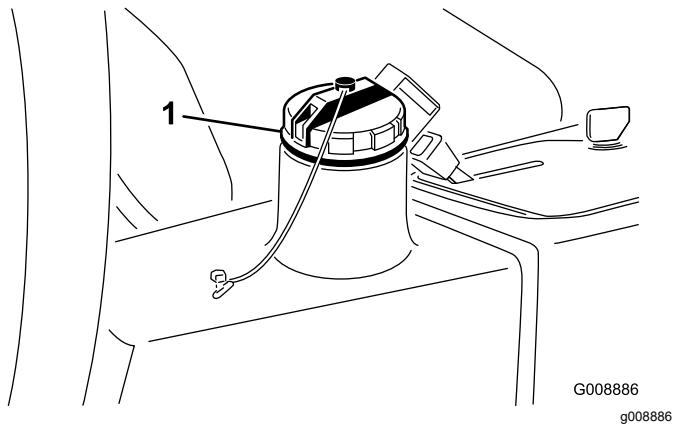

Figura 77
5. Llene el depósito (Figura 77) con fluido hidráulico; consulte Comprobación del nivel de fluido hidráulico (página 55).